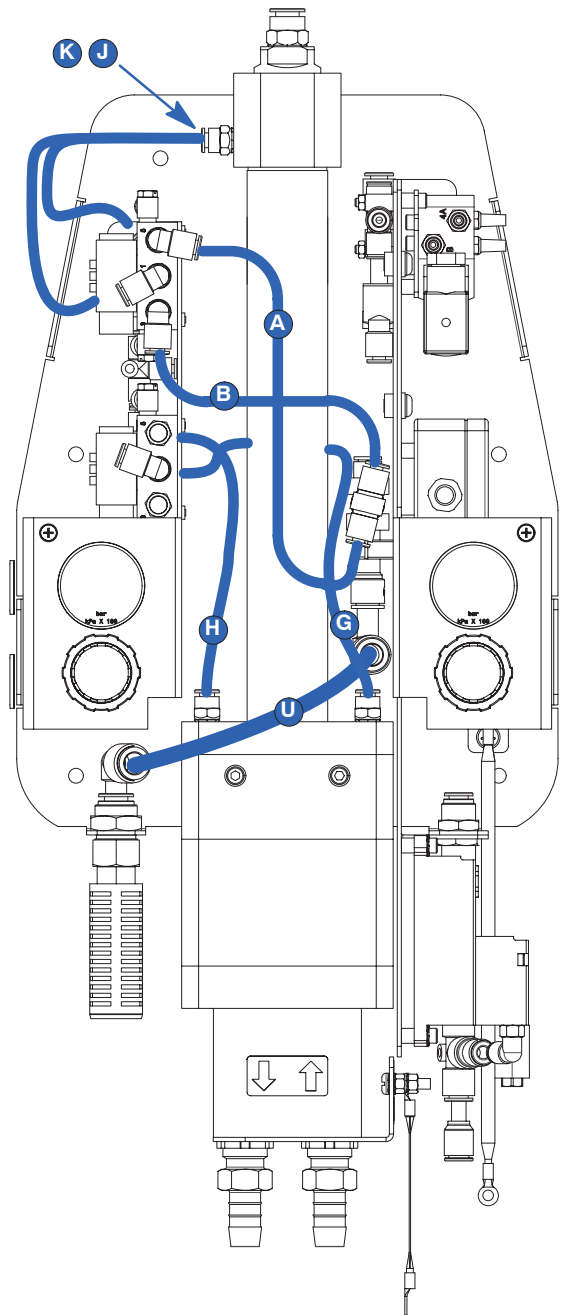
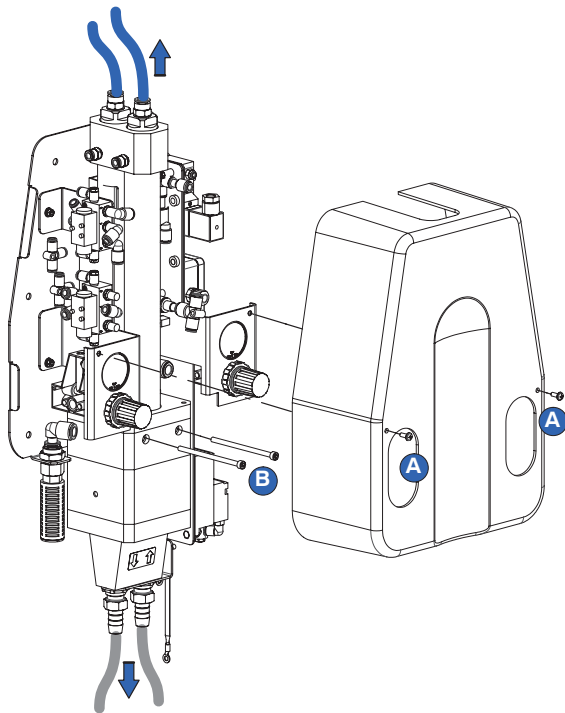

Figure 11 Déconnexion des tuyaux à air
Figure 10 Dépose de l'ensemble pompe
1. Voir la Figure 10. Débrancher les conduites d'air de purge du dessus de la pompe.
3. Retirer les deux vis (A) et le capot de la pompe.
4. Voir la Figure 11. Débrancher une extrémité de chacun des sept tubes pneumatiques indiqués.
REMARQUE : Les lettres dans la Figure 11 correspondent aux lettres dans le Schéma pneumatique à la page 27.
5. Voir la Figure 10. Retirer les deux vis (B) qui fixent la pompe à la base. Poser le distributeur sur un plan de travail propre.